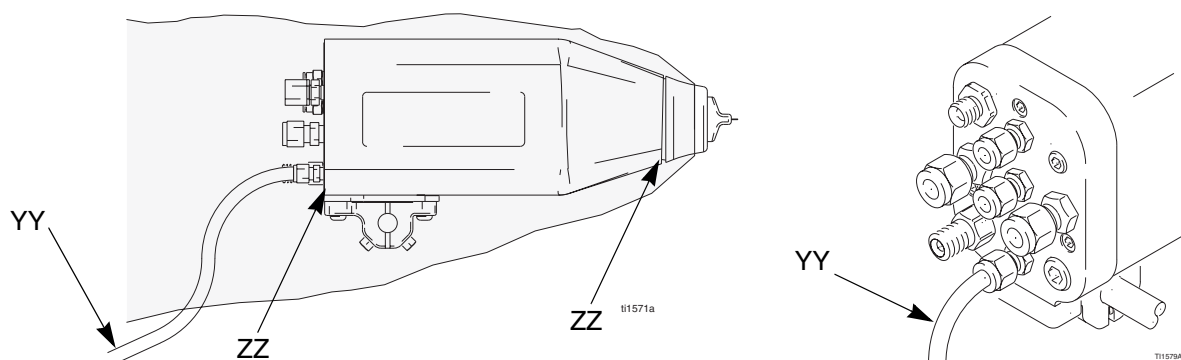

Fig. 14. Verifica delle perdite di fluido
Durante il funzionamento, verificare periodicamente il tubo di scarico (YY) ed entrambe le estremità dell'involucro della pistola (ZZ) per eventuale presenza di fluido. Vedere Fig. 14. La presenza di fluido in queste aree indica perdita di fluido all'interno dell'involucro, che può essere causata da perdite alle connessioni del tubo del fluido o dalla guarnizione del fluido.